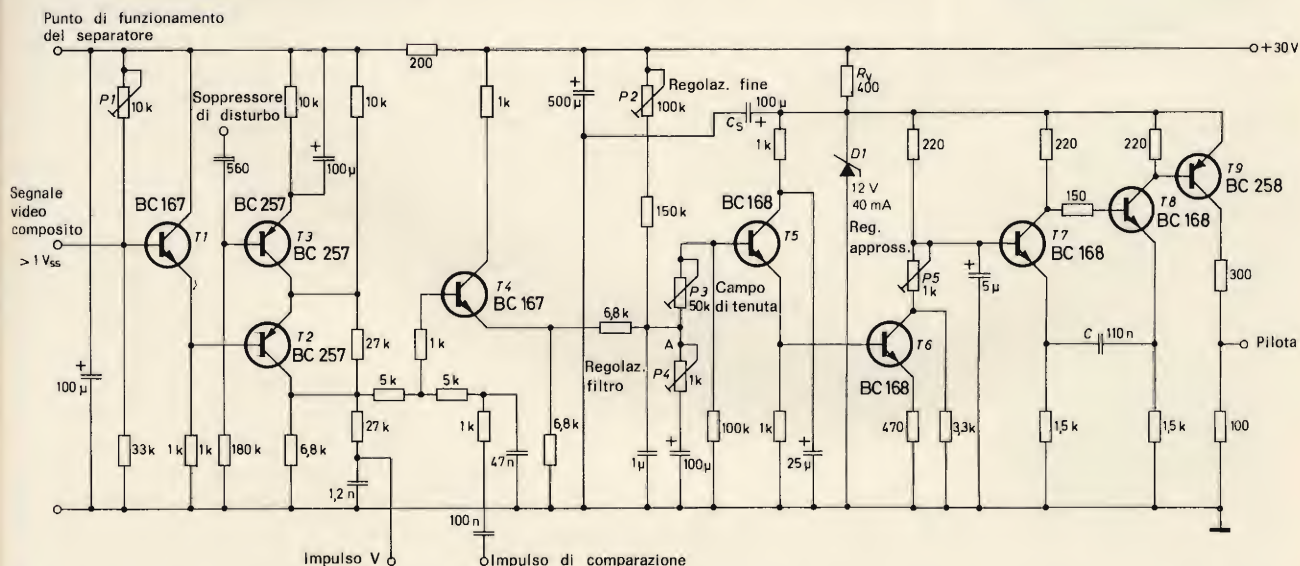

Fig. 1 - Schema di un oscillatore di frequenza orizzontale con il separatore di sincronismo, il discriminatore di fase e il correttore di frequenza (Siemens).
**L**o schema riportato in fig. 1 comprende gli stadi interposti fra il rivelatore video e quello di uscita orizzontale di un televisore, ossia l'oscillatore per la frequenza orizzontale, il separatore dei sincronismi, il discriminatore di fase e il correttore di frequenza.